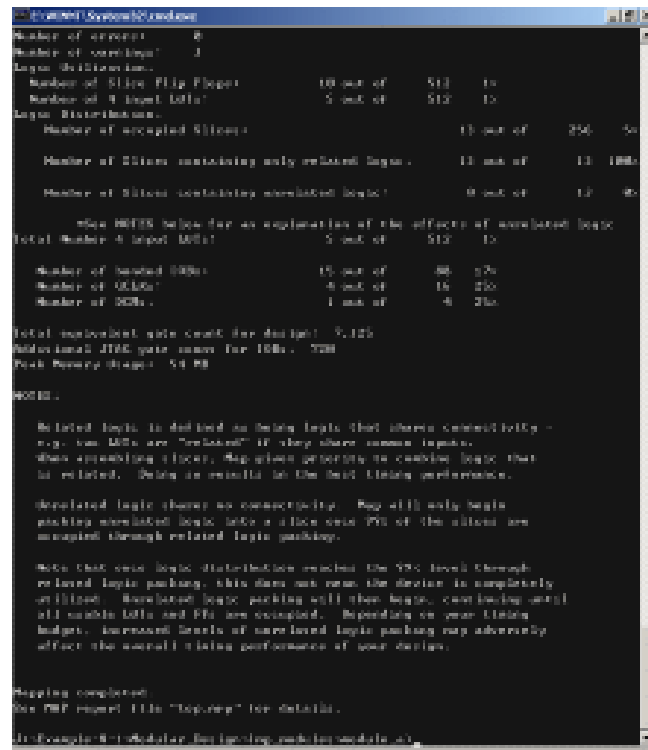

图8-17 使用 map 命令映射设计
- (4) 将新设计的用户约束文件 module_a.ucf 反标到设计中，重新运行 “ngdbuild -uc module_a.ucf -modular module -active module_a \Example-8-1\Modular_Design\Imp_top\top.ngo” 命令，再次对子模块 module_a 激活模式实现。
- (5) 使用 “map top.ngd” 命令，对设计进行映射，如图 8-17 所示。这里并不需要添加任何关于 Modular Design 的特殊参数，所有映射所需信息已经包含在激活实现产生的 top.ngd 网表中。